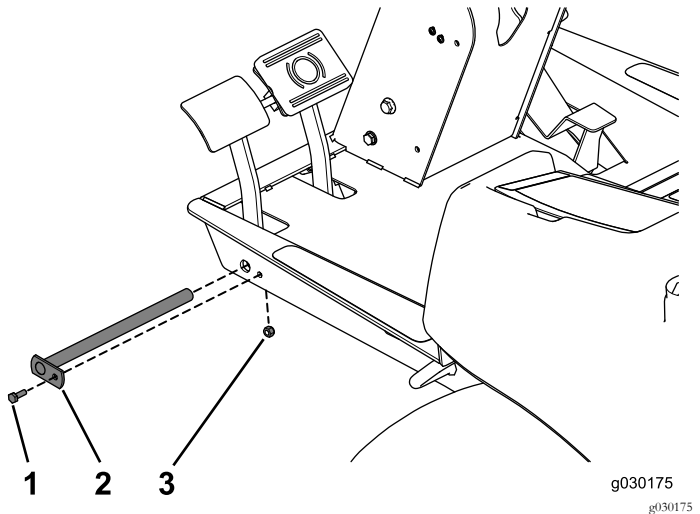

Figure 21
2. Fixez la goupille à l'aide du boulon ($\frac{1}{4}$ x $\frac{3}{4}$ po) et du contre-écrou (Figure 21).